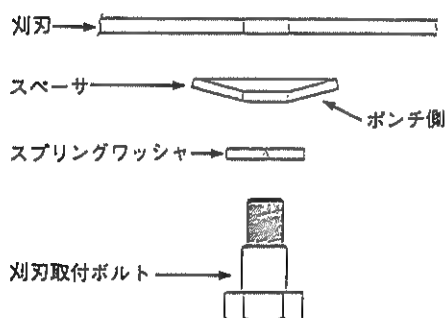

図 45 刈刃の取付け
- (6) 刈刃を取付けるときは図45の順番で取付け、スペーサのマーク（ポンチ穴）は刈刃の反対側にくるようにしてください。